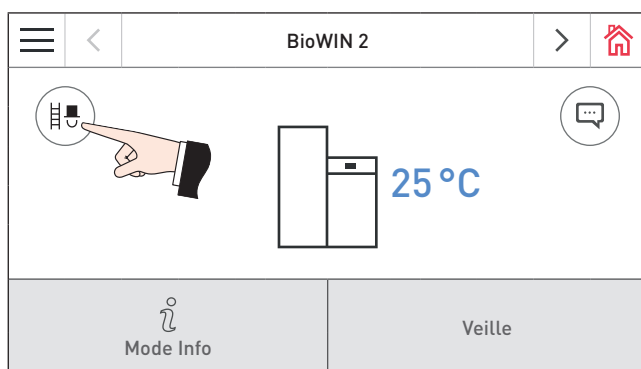

Fig. 25 Écran d'accueil BioWIN 2
► Appuyer sur le bouton Mode ramoneur (🔊) sur l'écran d'accueil le chaudière – Fig. 25.